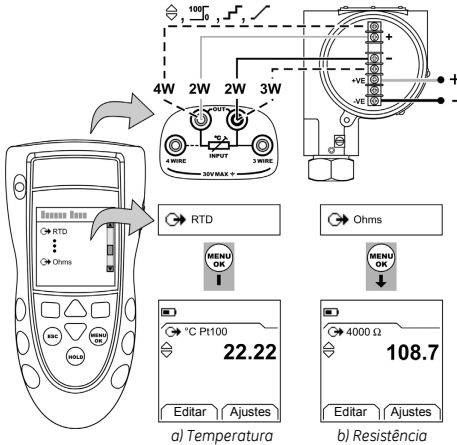

Figura 2: Exemplo de configuração – Simular temperatura ou resistência de um RTD
1. Conecte o instrumento (Figura 2) e, se necessário, ajuste o *Conf.* (Tabela 1).